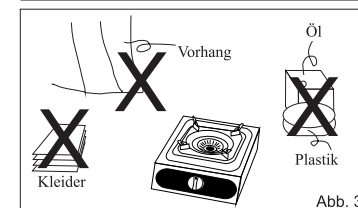

Abb. 3
• Sie sollten sicher sein, dass sich neben dem Gaskocher keine leicht brennbaren Stoffe befinden (Abb.3)